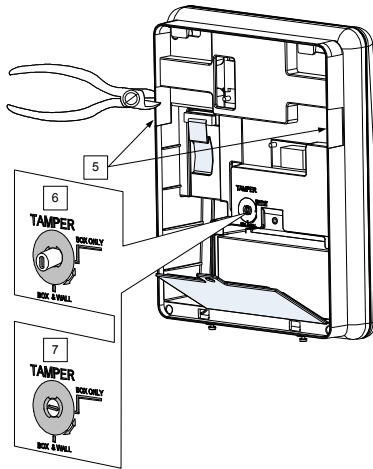

Figure 3 : Installation murale
3. Tirez avec précaution le support de fixation à un angle de 45° et faites-le glisser vers le bas pour le libérer (2, Figure 3) de ses attaches de verrouillage (1, Figure 3) en haut de l'unité.
8. Suivant l'emplacement des câbles muraux, faites passer et insérez les fils et câbles via les ouvertures (3) (y compris le câble CA et le câble du téléphone), voir Figure 3.
9. Si nécessaire, retirez les obturateurs pour câbles (5) pour permettre le passage du câble.
10. Ancrez les câbles avec les crochets dédiés (4).
- a. Configuration boîtier et mur, (voir 6, Figure 3) - Activation du contact d'autoprotection à l'ouverture de l'Agility 3 ou en cas d'arrachement de l'Agility 3 du mur.
- b. Configuration boîtier seul (voir 7, Figure 3) - Activation du contact d'autoprotection à l'ouverture de l'Agility 3.